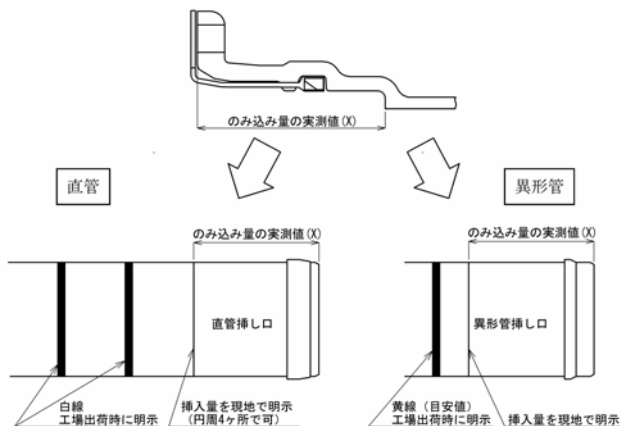

図26 挿し口の挿入量 (X)
押輪およびゴム輪を挿し口へセットする前に、異形管受口端面から受口奥部までののみ込み量の実測値 (X) を測定する。それを挿し口の挿入量 (X) として挿し口外面全周 (または円周4ヵ所) に白線で明示する (図26参照)。